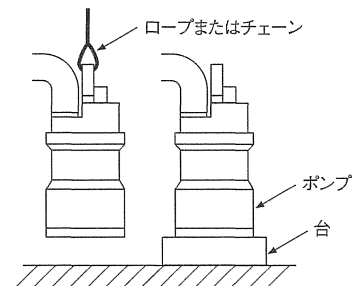

図3
- (1) 運転ならびに据付時はケーブルを絶対に引っ張らないでください。取手または取手にロープを取り付けて行ってください。
- (2) ポンプはなるべく立位置でのご使用ください。土砂の流入が多い場合や、ストレーナが埋没するような土砂の場合は、ポンプを強固なロープまたは、チェーンで吊るすか台の上にポンプを置いてください。(図3)
- (3) 土砂の多い場所で連続湯水運転を行いますと、ポンプが短期間に摩耗することがあります。水の集まりやすい場所を選んでお使いください。
- (4) 配管および据付時にポンプを壁などにぶつけないようにしてください。
- (5) 配管末端は水中に入れないでください。ポンプを停止したとき逆流します。
- (6) ケーブルは車のタイヤ等で踏まないように設置してください。
- (7) 排水槽はコンクリートのカス、紙、布、ビニール等が残らないように十分清掃してください。
- (8) 吐出し用配管はポンプ径と同径のものを使用してください。ポンプ口径より小さい配管を使用しますと配管による損失水頭が増大し吐出し量が減少します。またポンプ口径より大きい配管を使用しますと配管内に土砂などが溜まり、土砂詰まりの原因となりますのでご注意ください。